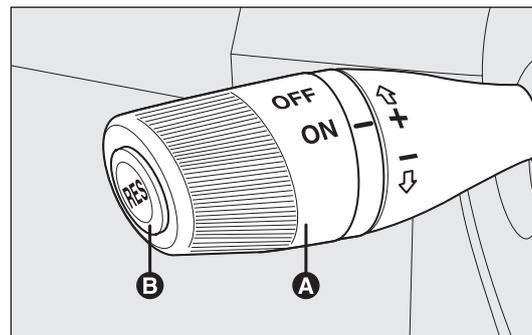

fig. 45
Ruotare il pomello A-fig. 45 in posizione ON.
- ruotare il pomello A-fig. 45 su ON e premendo il pedale dell'acceleratore portare la vettura alla velocità desiderata;
- premere il pulsante RES B-fig. 45.
- premendo il pedale dell'acceleratore; in questo caso il sistema non viene disinserito effettivamente ma la richiesta di accelerazione ha precedenza sul sistema; il crui-se control rimane comunque attivo, senza necessità di premere il pulsante RES B-fig. 45 per ritornare alle condizioni precedenti una volta conclusa l'accelerazione.